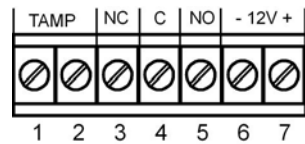

Fig. 4 Morsettiere I Terminal block I Bloque de terminals I Plaque à bornes
8. Connect wire to terminal block. (Fig. 4)
Terminal block connections (Fig. 4)
8. Conectar los alambres en los bloques de terminales. (Fig. 4)
Conexiones del bloque de terminales (Fig. 4)
8. Reliez le fil au bloc terminal. (Fig. 4)
Connexions de la plaque à bornes (Fig. 4)